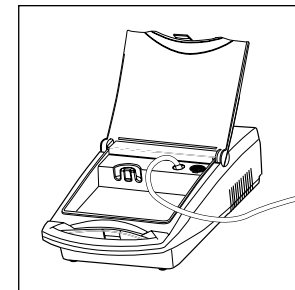
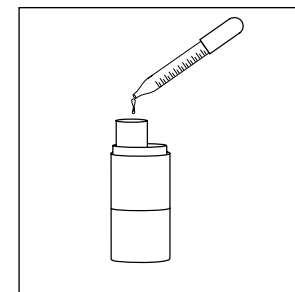

Figure 3
Figure 4
5. Brancher l'une des extrémités du tube du nébuliseur dans le connecteur d'admission d'air **Figure 3**.
**REMARQUE**– Dans des conditions d'humidité élevée, de la condensation (accumulation d'eau) peut se produire dans le tube interne du compresseur. Nous vous conseillons de mettre le compresseur en marche et de le laisser fonctionner pendant deux (2) minutes avant d'attacher le tuyau au connecteur d'admission d'air.
6. Assembler les pièces nettoyées du nébuliseur en mettant le piège dans la chambre de médication. Visser le couvercle du nébuliseur, tout en maintenant la chambre fixe. Ajouter le médicament prescrit à travers l'ouverture dans le couvercle, en utilisant un flacon compte-gouttes ou un récipient de dose pré-mesurée **Figure 4**.